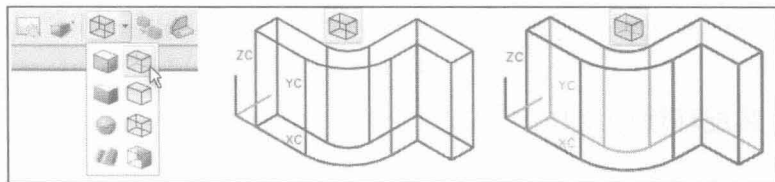

图 1.12 部件的渲染特性
(10) 改变部件的渲染特性：单击“静态线框 (Static Wireframe)”按钮, 显示结果如图 1.12 (中) 所示。单击“带有变暗边的线框 (Wireframe with Dim Edges)”按钮, 显示结果如图 1.12 (右) 所示。